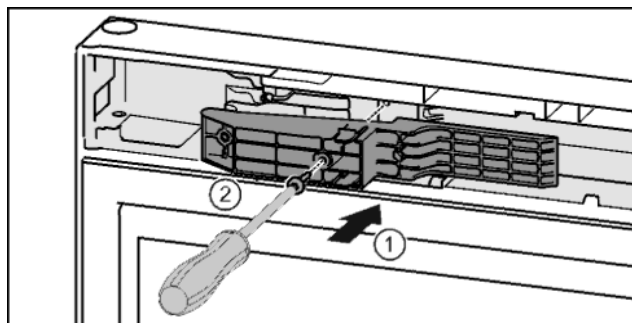

Fig. 45*
- Вставить деталь адаптера в отверстие на стороне ручки. Fig. 45 (1)*
- Затянуть винты отверткой T15. Fig. 45 (2)*